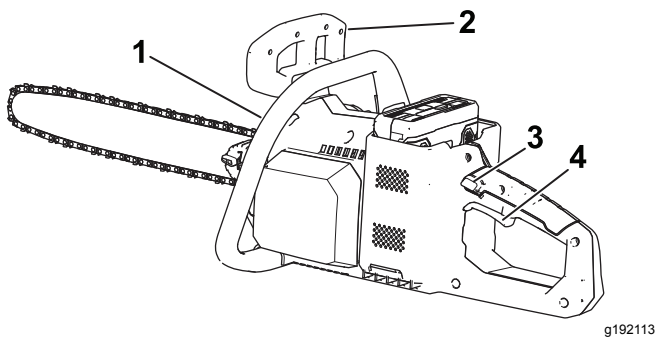

Bild 9
6. Fassen Sie mit einer Hand den vorderen Griff und mit der anderen den hinteren Griff an, drücken Sie die Abzugssperre und drücken Sie dann den Abzug (Bild 9).